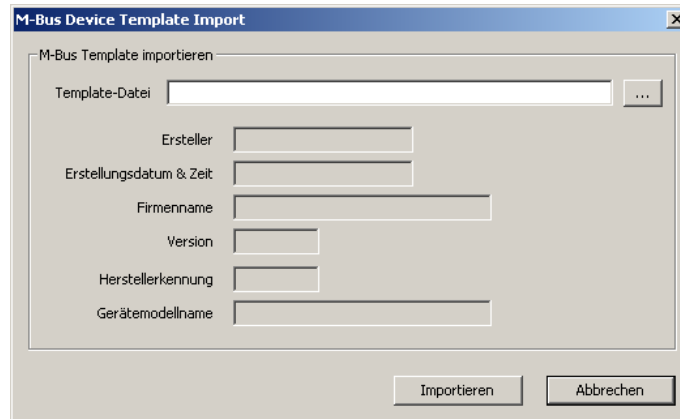

Abbildung 137: Import M-Bus Device Dialog
3. Klicken Sie auf die Schaltfläche **Aus Template erstellen**. Damit öffnet sich das Fenster **M-Bus Device Template Import**, siehe Abbildung 137.